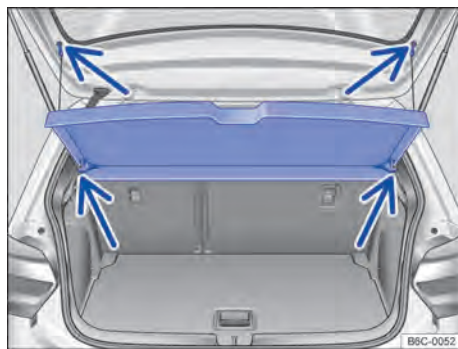

Fig. 152 No compartimento de bagagem: remover e instalar a cobertura do compartimento de bagagem.
- Desprender os cordões de retenção do suporte da tampa traseira → Fig. 152 (setas superiores).
- Retirar a cobertura do compartimento de bagagem por trás, para fora dos suportes laterais → Fig. 152 (setas inferiores).
- Empurrar a cobertura do compartimento de bagagem para a frente, introduzindo-a nos suportes laterais → Fig. 152 (setas inferiores).
- Encaixar os cordões de retenção na tampa traseira → Fig. 152 (setas superiores).